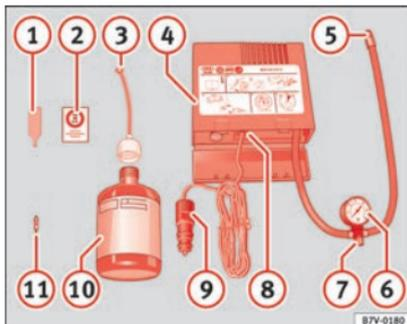

Fig. 188 Rappresentazione standard: contenuto del kit per la riparazione degli pneumatici.
Il kit per la riparazione degli pneumatici si trova nel sottofondo del bagagliaio. Include i seguenti componenti » **fig. 188**:
Riavvitare il tubo di gonfiaggio » **fig. 188** ⑤ e controllare la pressione con il manometro ⑥.